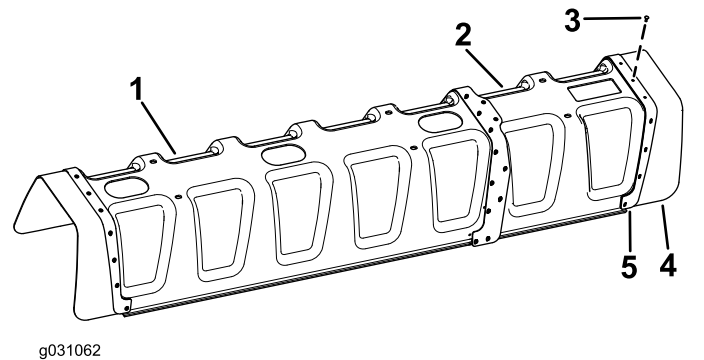

Figure 7
3. Avec 11 rivets aveugles (3/16" x 1/2") et rondelles (3/16"), fixez le couvercle en caoutchouc et la plaque de renfort (provenant du couvercle à 11 buses) au couvercle à 12 buses (Figure 7).